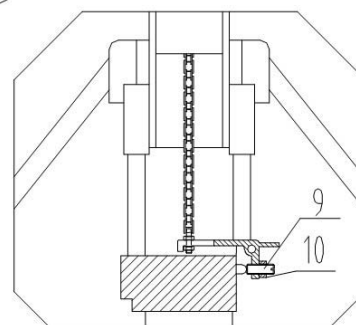

Рис.5
- 3.8 Винт (9) на Рис. 5 используется для корректировки гидравлической тележки.